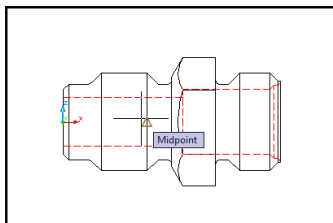

Рис. 6.8
- *выбрать, например, середину линии на левом виде, используя привязку к середине отрезка (**MID**) (рис. 6.8)*